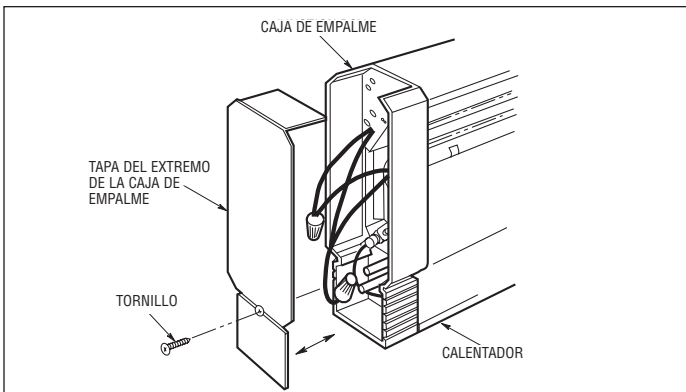

Figura 3. Remoción de la Tapa del Extremo
3. Saque la caja de empalme, izquierda o derecha, que está en el extremo, quitando el tornillo de la punta y hágala deslizarse hacia afuera del calentador (Figura 3).